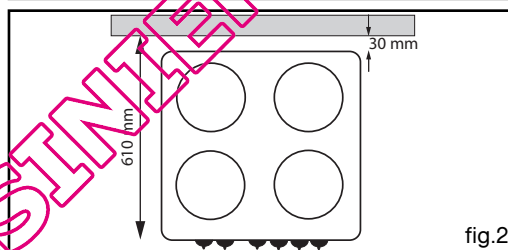

fig.2
- Cote de profondeur d'encastrement entre le mur à l'arrière et l'avant de l'appareil : 610 mm (voir fig. 2, vue de dessus).
- soit par un raccord rigide (tuyauterie en cuivre) (fig. 2).
- Dévissez à l'aide de la clé fournie les injecteurs situés dans le fond de chaque pot et ôtez-les (fig. 2).
- Déclipez l'attache métallique située à la base de chaque brûleur (sole et grilloir) (**fig.2**) à l'aide d'un petit tournevis.